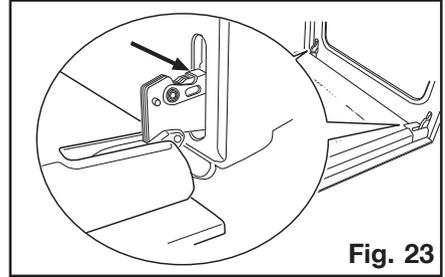

Fig. 23
5. Après quelques instants, le verrouillage de la porte est activé et le symbole correspondant **🔑** s'affiche (Fig. 23).
2. Repérez les deux charnières (Fig. 23).